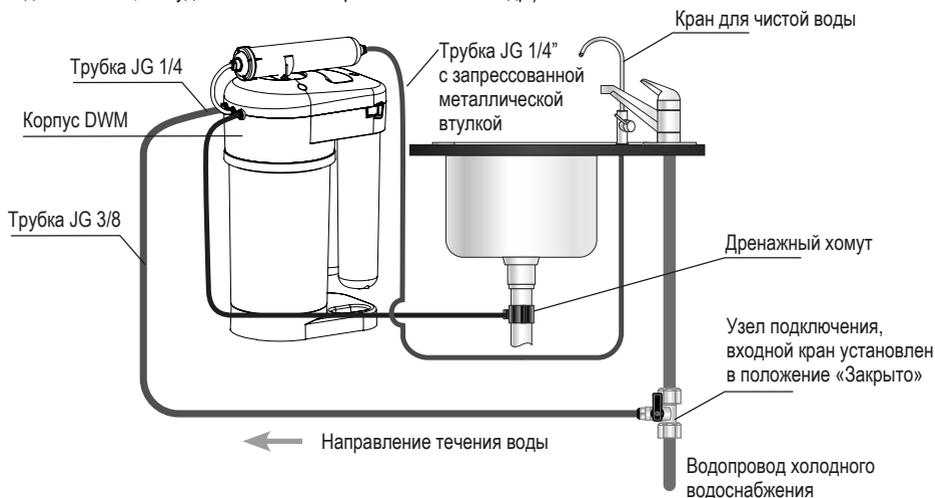

Рис. 2
3	Соединительные трубки (рис. 2)
Определите удобные места расположения крана для чистой воды и DWM. При этом обратите внимание на то, чтобы подводящие трубы проходили свободно, без изломов и перегибов (рис. 2).
- Соедините трубкой JG 1/4" синего цвета (d 6,35 мм, L=0,17 м) входной штуцер (рис. 11) с корпусом DWM в соответствии со схемой (рис. 2).
Шаг 1 Подсоедините подводящие трубки, следуя рисункам ниже. Схема подключения трубок показана на рис. 2.